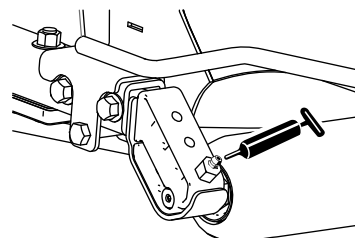

Рисунок 43
- Подшипники заднего валика (по 2 шт. на режущий блок) (Рисунок 43)